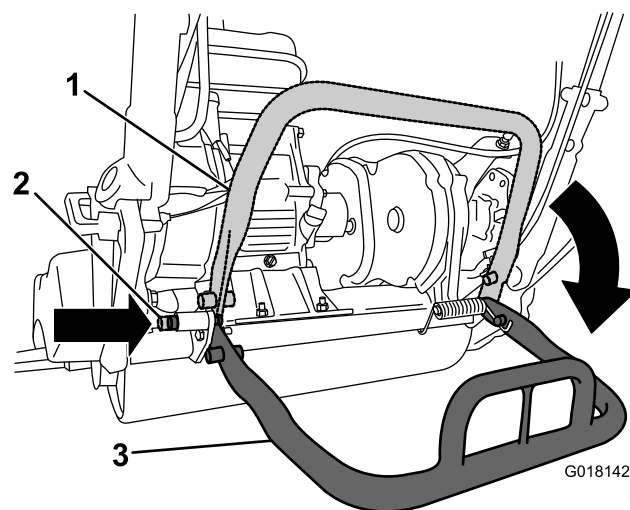

図 5
2. キックスタンドを下げ、ロッキングピンを差し込んでキックスタンドを整備位置に固定する 図 5。ロッキングピンで機体を支える。